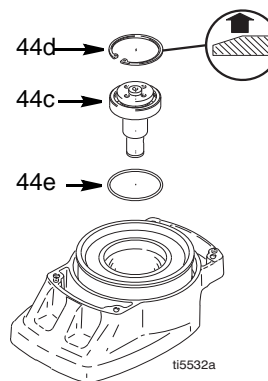

FIG. 6
7. FIG. 6. Retire el anillo de retención (44d).
6. FIG. 6. Instale la junta tórica (44e).